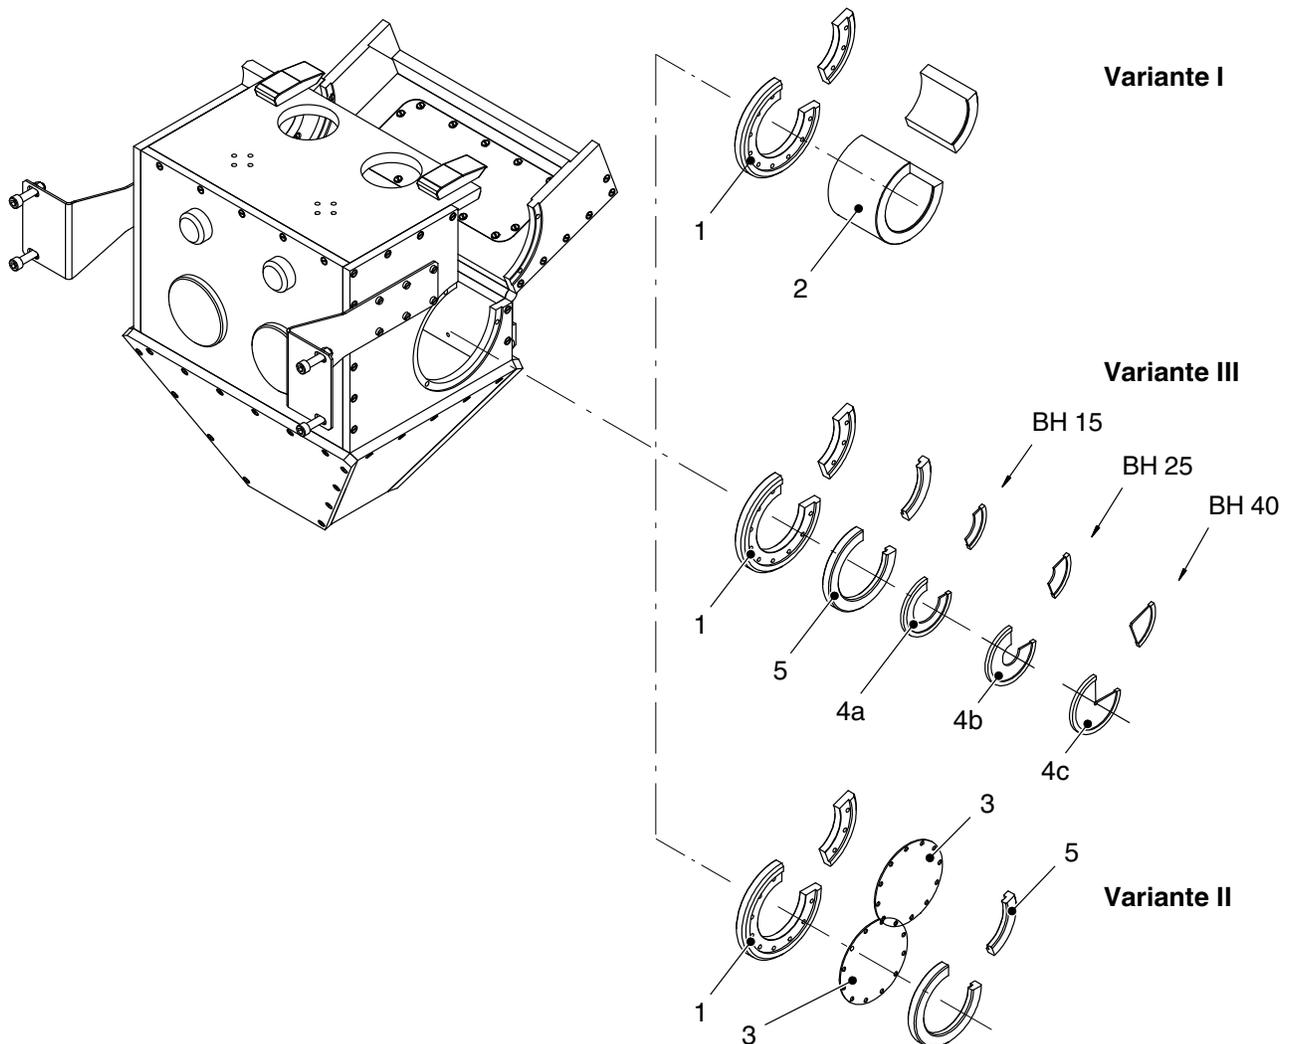

Fig. 4-1
- A. Taille D80 et D100 : Visser les manchons (2, fig. 4-1) sur l'adaptateur (1). Visser le sous-ensemble sur la chambre de pulvérisation.
- B. Taille D125 : Visser les manchons (2, fig. 4-1) directement sur la chambre de pulvérisation.
Couper/poinçonner le trou dans les deux couvercles en caoutchouc (3, fig. 4-1). Découper l'un sur les 3/4 du pourtour, l'autre sur le 1/4 du pourtour.
REMARQUE : Les brosses existent avec différentes longueurs de poils (BH 40 : 40 mm, BH 25 : 25 mm, BH 15 : 15 mm, fig. 4-1).